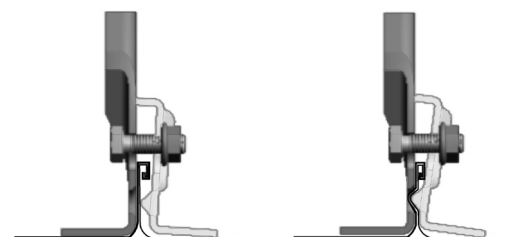

Fig 2
2) Gelendere skjøtes sammen og føres ned i konsollene. Festeklypen hektes på konsoll og kneppes ned over gelender (Fig 2). Rustfri borskruer 4,8x16 skrues gjennom klypens hull og ned i gelenderet.